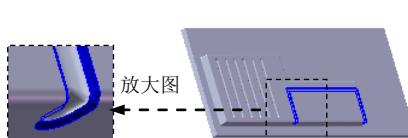

图 17.7.37 创建圆角 6
Step20. 创建图 17.7.37 所示的圆角 6。选择下拉菜单 **插入(I) → 特征(E) → 圆角(U)...**